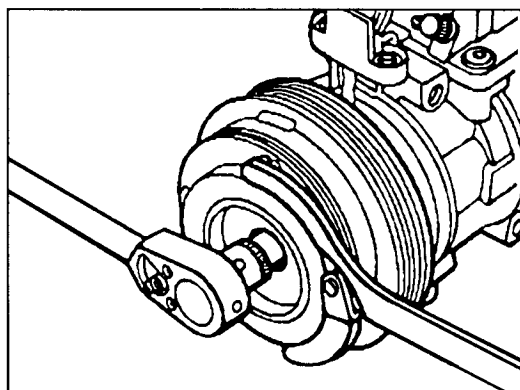

图 9-5-14 用扳手固定住弹簧板 61
2. 用扳手(见图 9-5-13)固定住弹簧板 61,然后将它拆下(见图 9-5-14)。